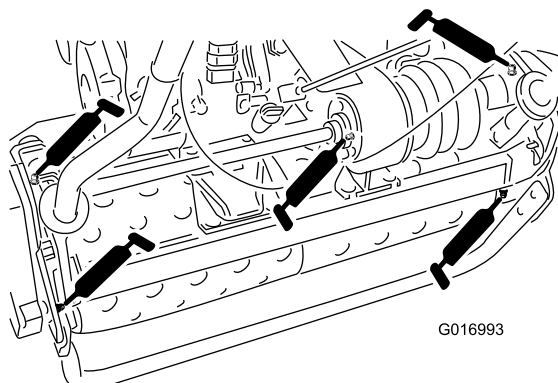

Рисунок 19
- 2 на осях (Рисунок 19)
- 3 на дифференциале (Рисунок 19)